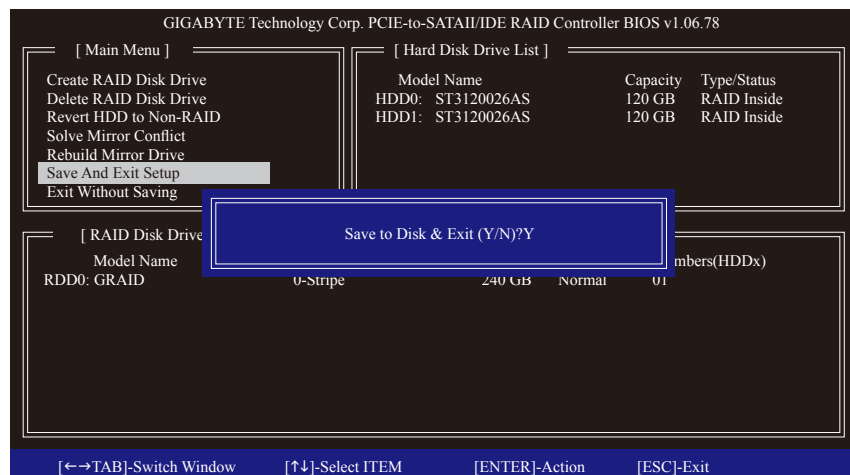

図 10
7. **Save and Exit Setup:** RAID アレイを構成した後、メイン画面で **Save And Exit Setup** 項目を選択し、設定を保存してから RAID BIOS ユティリティを終了し、<Y> を押します(図 10)。